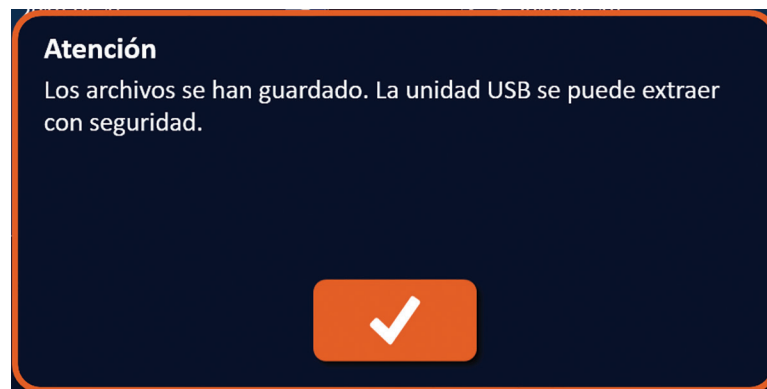

Figura 9.1.4: Ventana emergente de guardado de los archivos de las intervenciones
4. Haga clic en el botón  para guardar una copia de los archivos de las intervenciones en el dispositivo de almacenamiento USB y cerrar el cuadro de diálogo Exportar. En cuanto se exporten los archivos, se abrirá una ventana emergente de atención (figura 9.1.4) y podrá extraer el dispositivo de almacenamiento USB de forma segura.